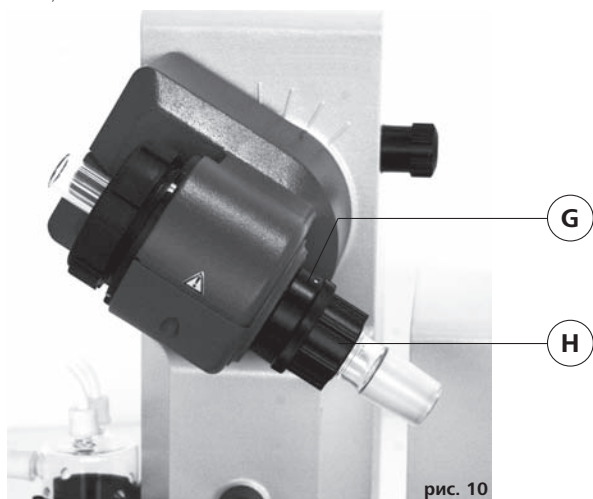

рис. 10
- ☞ Затем заблокируйте этот фиксатор, повернув его на 60° по часовой стрелке (рис. 10).
Пластмассовая гайка (Н) служит в качестве отжимного приспособления для плотно пригнанных соединений шлифа колбы (рис. 10).